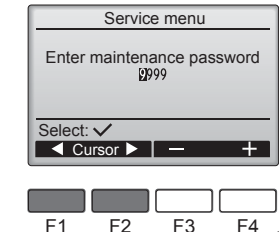

Fig. 6-2
- ① Выберите в главном меню пункт “Service” (Сервисное обслуживание) и нажмите кнопку
- ② При выборе сервисного меню появится окно с запросом пароля. (Fig. 6-2)